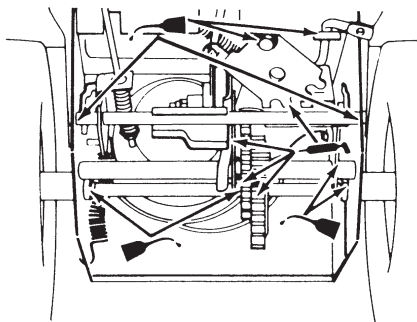

Figure 29
6. Lubrifiez légèrement la déneigeuse avec de l'huile légère comme illustré à la Figure 29.
8. Graissez la déneigeuse comme illustré à la Figure 29.